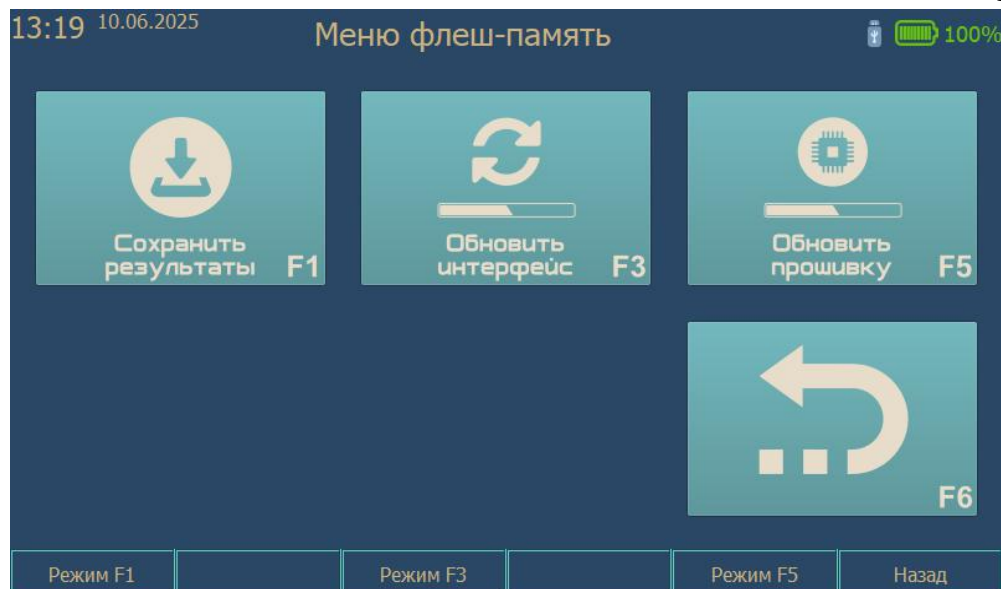

Рис. 22. Меню флеш-память
3.1.4. Пункт «Флеш-память» позволяет получить доступ к функциям работы с внешним накопителем. При выборе этого пункта открывается меню, представленное на рис. 22. Также подключается порт USB на панели прибора и в правом верхнем углу экрана появляется иконка USB-флеш. Данная иконка становится зеленой при успешном распознавании и подключении внешнего USB-диска.